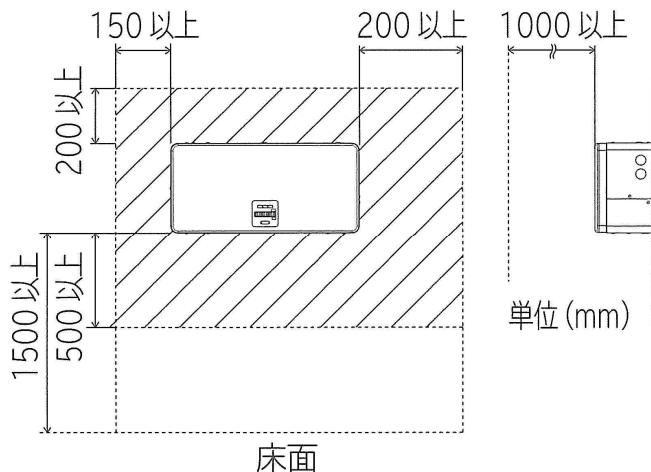

図 7-1 壁面取付時の周囲との最低スペース
- (1)パワーコンディショナは壁面に正しい方向で水平に取付けてください。
- (2)パワーコンディショナの製品質量 22 kg (取付板・金具含む) に耐えられる強固な垂直な壁面に取付けてください。強度が不足する場合は、板厚 20 mm 以上の構造用合板を間柱などに確実に固定してから取付けてください。
- (3)製品周囲は製品の冷却、およびメンテナンス時の作業空間確保のため図 7-1 壁面取付時の周囲との最低スペースに示す範囲 (斜線部) に障害物がないようにしてください。
- (4)周囲温度 0 ~ 40 ℃、湿度 30 ~ 90 % 以内における湿度変化で結露しない屋内に取付けてください。
- (5)日本国内で標高 1500 m 以下の場所に取付けてください。
- (6)パワーコンディショナに同梱されている工事説明書を参照の上、正しく安全に取付けてください。